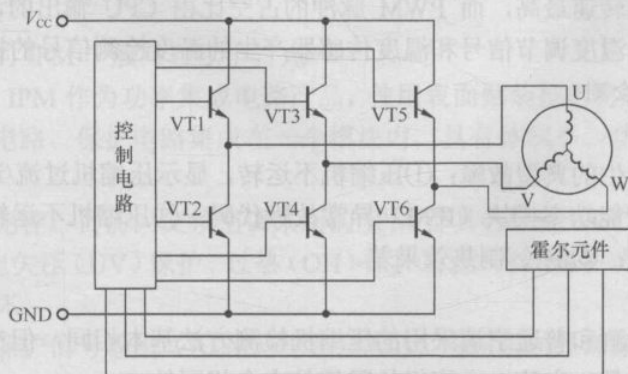

图 1-3 三相导通星形三相六状态直流电动机原理图
正常运行时变频模块向直流电机定子侧提供直流电流形成磁场，该磁场和转子磁铁相互作用产生电磁转矩。因为转子不需二次电流，所以损耗小，功率因数高，但由于转子采用了永久磁铁，所以成本比交流变频压缩机高。由于无刷电机有互为  $120^\circ$  的三个绕组 U、V、W（国内习惯用 A、B、C 表示），所以为了使每个绕组都有电流流过，功率放大器采用了三相半桥式放大器，如图 1-3 所示。
**提示** 图 1-3 中，功率管 VT1、VT3、VT5 是高端放大器（也称为上桥臂），功率管 VT2、VT4、VT6 是低端放大器（也称为下桥臂）。自 20 世纪 60 年代末开始，功率管从使用晶闸管（SCR）、门极可关断晶闸管（GTO）、场效应管（MOSFET）、MOS 控制晶闸管（MCT）等逐渐发展到现在使用的绝缘栅双极型晶体管（IGBT）、耐高压绝缘栅双极型晶闸管（HVIGBT）。